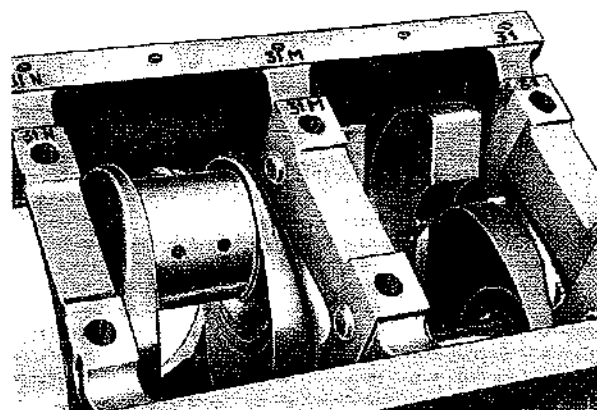

Fig. 25
- Montare i supporti di banco usando i perni di centraggio 68460001A e facendo coincidere i riferimenti su supporti e basamento (Fig. 25).